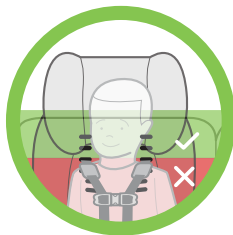

Figure 116
**Orientation vers l'avant** – Les sangles du harnais doivent traverser les fentes des sangles du harnais au niveau ou au-dessus – et le plus près possible – des épaules de l'enfant, tel qu'illustré dans la **Figure 116**.